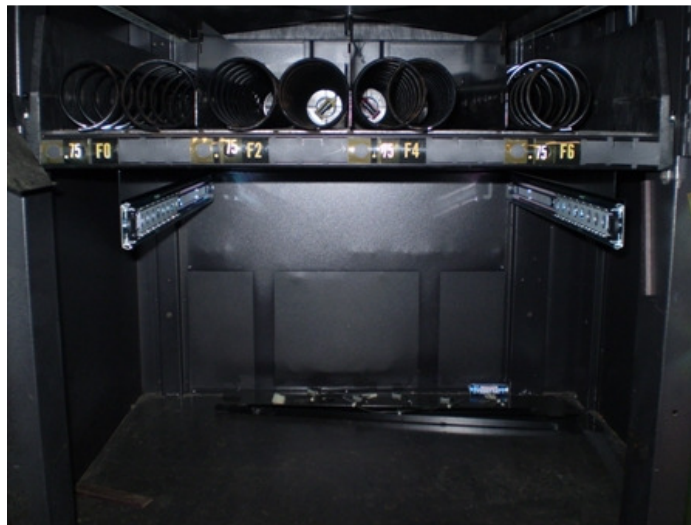

Figure 41
17) Re-install tray “F” (Figure 41)